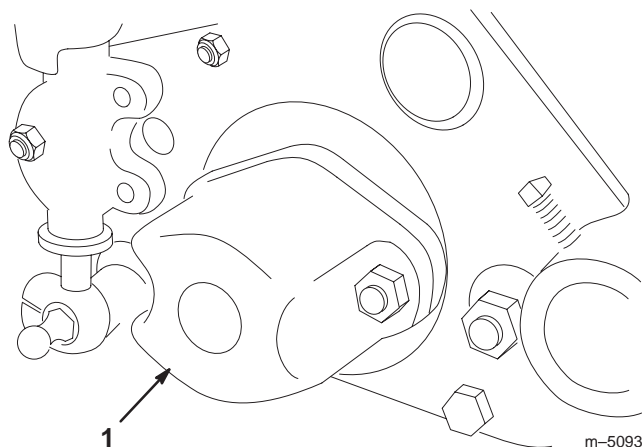

Figure 13
- A. Retirez les écrous de fixation du couvercle d'extrémité du contrepooids et déposez le couvercle des goujons de montage (Fig. 13).
- C. La clé étant en place, maintenez le cylindre immobile et serrez l'écrou de réglage du roulement (Fig. 13). Continuez de serrer jusqu'à ce que le frottement sur le cylindre soit d'environ 1 Nm.
- D. Insérez le boulon dans l'extrémité de l'arbre du cylindre (Fig. 13) et vérifiez le couple de serrage avec une clé dynamométrique.
2. Déposez le couvercle d'extrémité du contrepoids (Fig. 13).